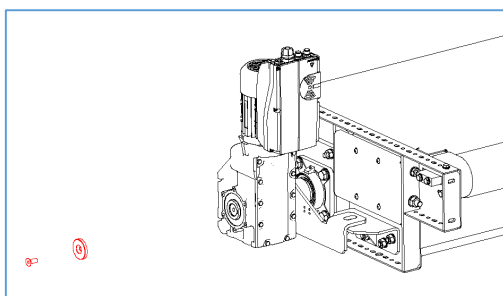

Figura 59 - Allentare la vite di bloccaggio del motoriduttore
- Allentare la vite di bloccaggio del motoriduttore sull'albero di trasmissione (vedere Figura 59).